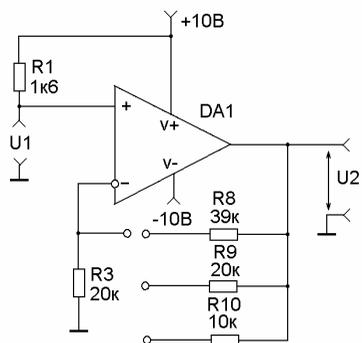

Рис. 6. Неинвертирующее включение ОУ
2. Собрать схему неинвертирующего включения ОУ (рис. 6). Экспериментально определить коэффициенты передачи по напряжению схемы при различных значениях сопротивлений в цепи обратной связи R8, R9 и R10. Рассчитать коэффициенты передачи и сравнить полученные данные с экспериментальными. Измерить значения напряжений на входах ОУ, сравнить с теоретическими значениями. Экспериментально доказать, что при заданном входном напряжении ток в цепи обратной связи определяется сопротивлением R3.